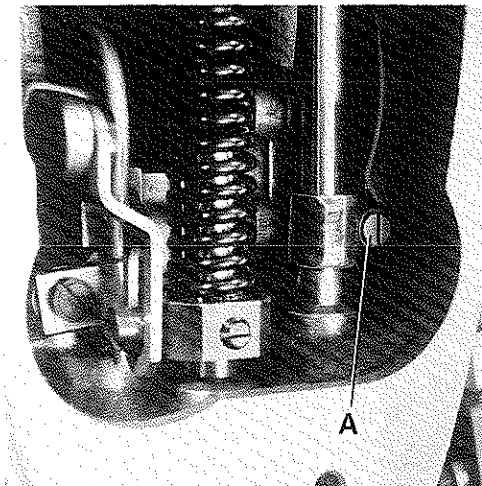
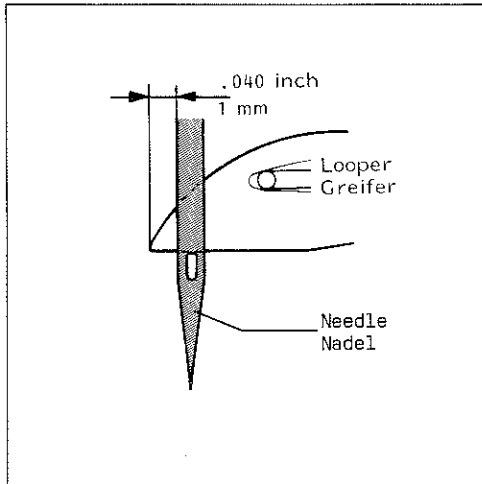

Fig.16
Fig.18
2. Remove the head cover.* Loosen screw (A, Fig. 16) in the needle bar connection and rotate needle bar until the needles center in the needle holes of throat plate.
3. Retighten screw (A).
* Screw (A, Fig. 16) will also be accessible when removing the plug in the head cover, without dismounting head cover.
The height of needle bar is correct, when the looper points at their travel from right to left are 1 mm (.040 in.) left of the needles (see Fig. 18) and the top of the needle eyes are flush with the underside of the loopers. For adjustment loosen screw (A, Fig. 16) and move needle bar up or down as required. Retighten screw (A). Care should be taken not to disturb the alignment of the needle bar when making this adjustment.
2. Entfernen Sie den Kopfdeckel*. Lösen Sie die Schraube (A, Fig. 16) im Nadelstangenmitnehmer und drehen Sie die Nadelstange bis die Nadeln mittig in den Stichlöchern der Stichplatte stehen.
3. Ziehen Sie die Schraube (A) wieder an.
* Die Schraube (A, Fig. 16) wird auch ohne Abbau des Kopfdeckels zugänglich, wenn man den Verschluss im Kopfdeckel entfernt.
Die Nadelstangenhöhe ist richtig eingestellt, wenn die Greiferspitzen bei ihrem Weg von rechts nach links 1 mm links der Nadeln stehen (siehe Fig. 18) und Oberkante Nadelöhre und Unterkante Greifer in gleicher Höhe sind. Lösen Sie für diese Einstellung die Schraube (A, Fig. 16) und schieben Sie die Nadelstange nach Bedarf nach oben oder unten. Ziehen Sie die Schraube (A) wieder an. Beachten Sie, daß bei dieser Einstellung die Nadelstange nicht verdreht wird.